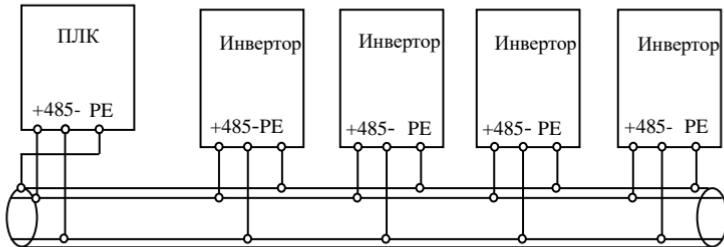
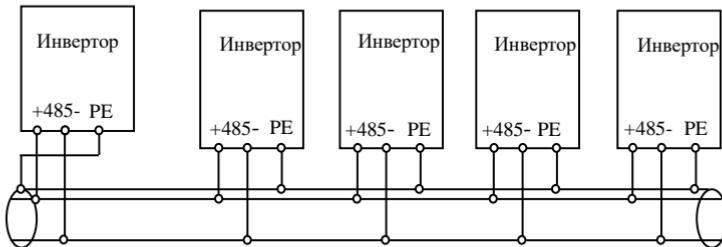

Рис. 3-12 Связь ПЛК с несколькими инверторами
Рис. 3-13 Связь нескольких инверторов
(3) Несколько инверторов могут связываться через RS485 под управлением ПК/ПЛК в качестве ведущего – рис.3-12. Так же возможно управление одним из инверторов в качестве ведущего, как показано на рис.3-13